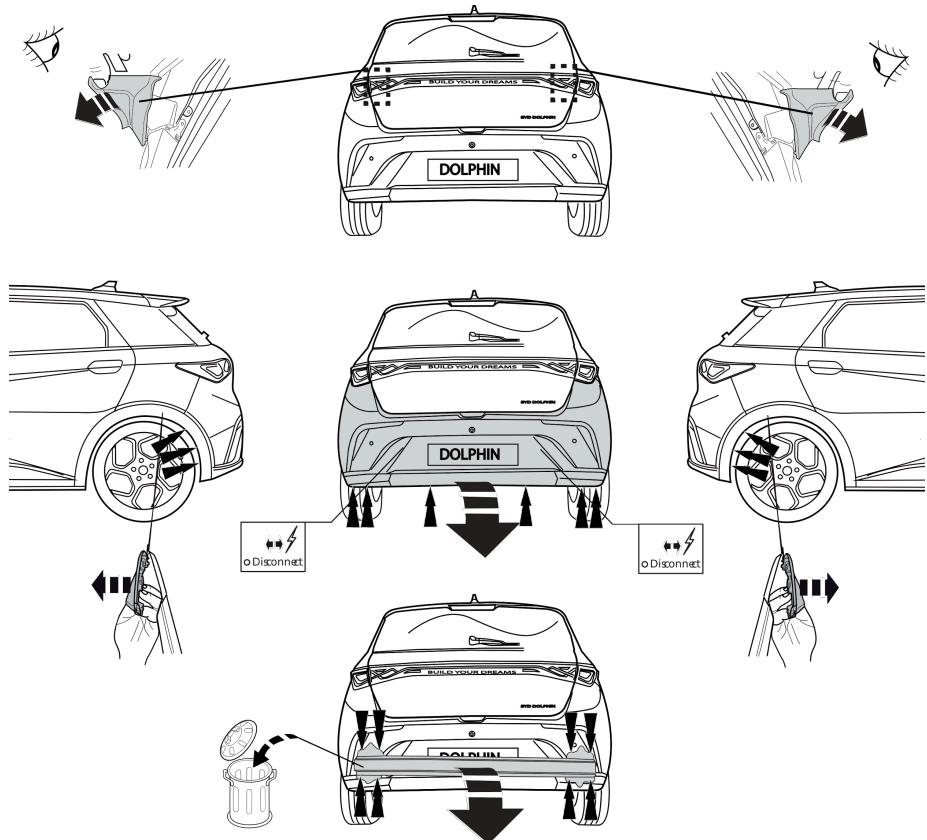

Fig. 1
1. Снять пластмассовые защитные колпаки. Снять бампер вместе со буферным бруском автомобиля. Буферный брус больше не понадобится. См. рисунок 1.